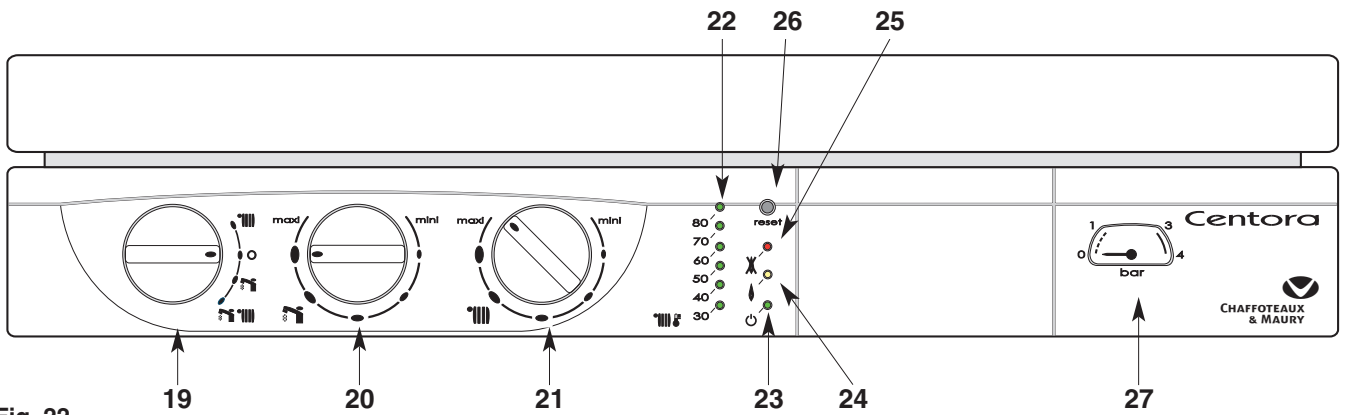

Fig. 22
### Tableau de bord (fig. 22)
- Placez le commutateur **19** (fig. 22) en position «   » voyant vert **23** allumé ; le voyant orange **24** (fig. 22) s'allume chaque fois que le brûleur entre en fonction.
Le bouton de réglage du chauffage **21** «  » (fig. 22) donne la possibilité d'ajuster la température de l'eau du circuit de chauffage en fonction des besoins saisonniers.
L'indicateur **22** «  » (fig. 22) affiche cette température.
- Placez le commutateur **19** en position « **O** » le voyant vert **23** (fig. 22) reste allumé. La fonction hors gel de la chaudière reste active.
*Ne pas oublier de le rouvrir en début de saison de chauffage, lorsque l'on replace le commutateur **19** (fig. 22) en position «   ».*